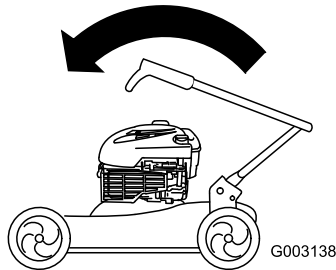

Figura 32
2. Pliegue hacia adelante la sección superior del manillar (ver Figura 32).